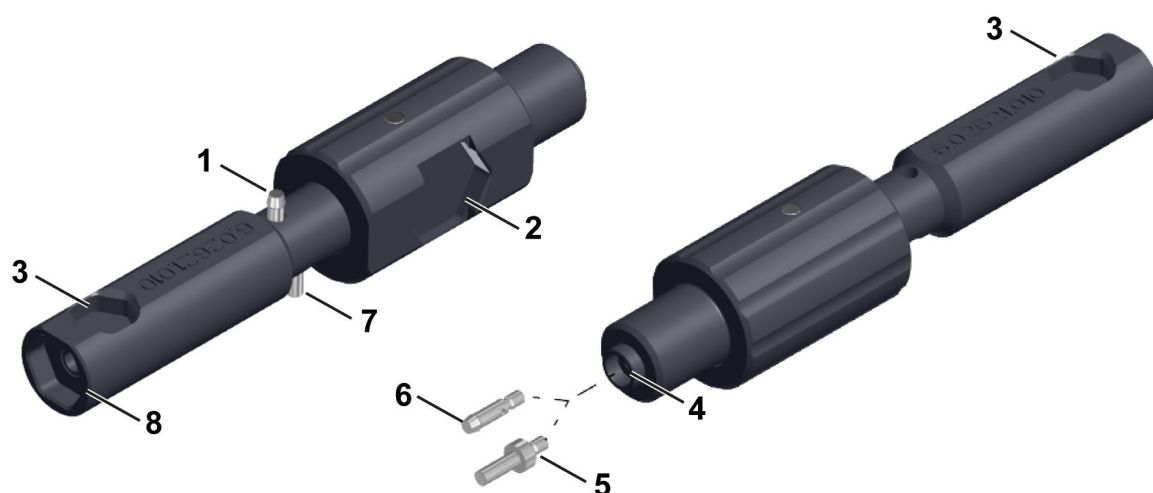

Figura 202 Herramienta multiusos
- Herramienta multiusos (6.02621.010) *(véase figura 202, página 383)*
- Herramienta multiusos (6.02621.010) (véase figura 202, página 383)
- Herramienta multiusos (6.02621.010) (*véase figura 202, página 383*)